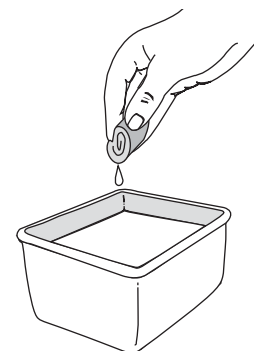

Fig. 34
3. Lavez le filtre dans un mélange d'eau et de détergent (Fig. 34). Rincez le filtre abondamment. Essorez l'excédent d'eau. Laissez sécher complètement.